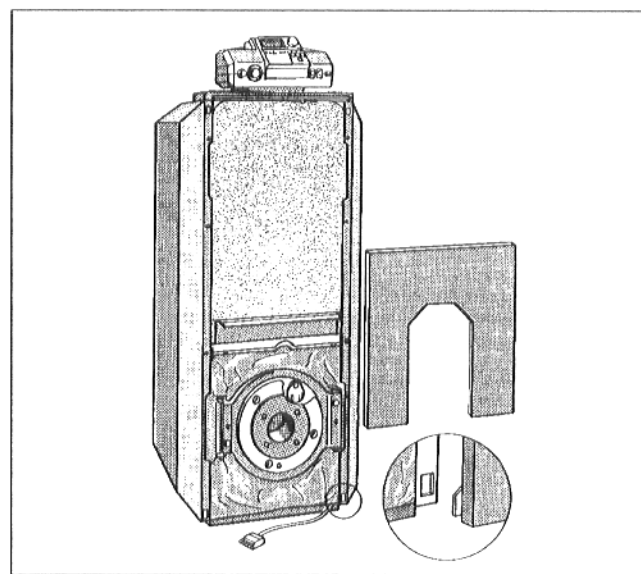

Fig. 27
- Accrocher le panneau de façade inférieur par le bas à l'aide des deux crochets, à gauche et à droite, dans la fente du rebord des panneaux latéraux et en haut dans la traverse (Fig. 27).